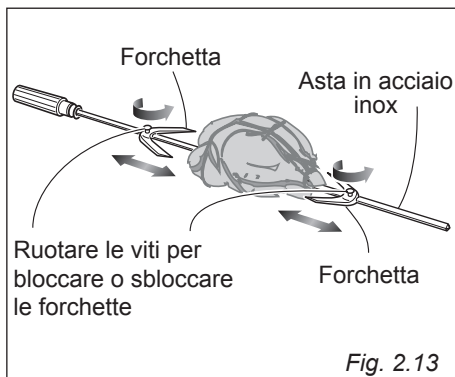

Fig. 2.13
**2. Bloccare la carne da cuocere (fig. 2.13).**